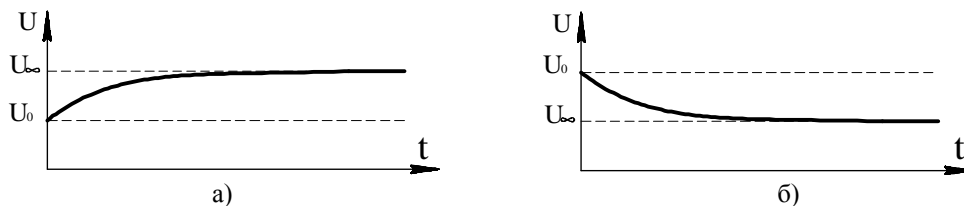

Рисунок 1.7
4.1. Экспоненциальная функция может быть двух видов: «нарастающей» (рисунок 1.7а) и «спадающей» (рисунок 1.7б)